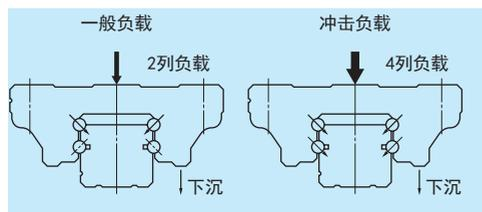

图5 抗冲击性
- 滚珠型直线导轨通过采用哥特式沟槽，在超高负载（冲击负载）的情况下，即使通常不承受载荷的非接触面，也能够承受高冲击载荷。（图 5）